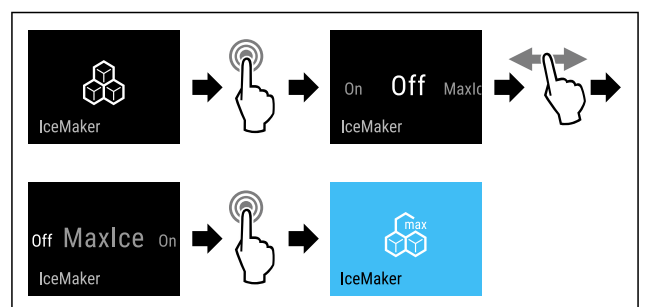

Fig. 20
- ▶ Suivre les étapes (voir Fig. 20).